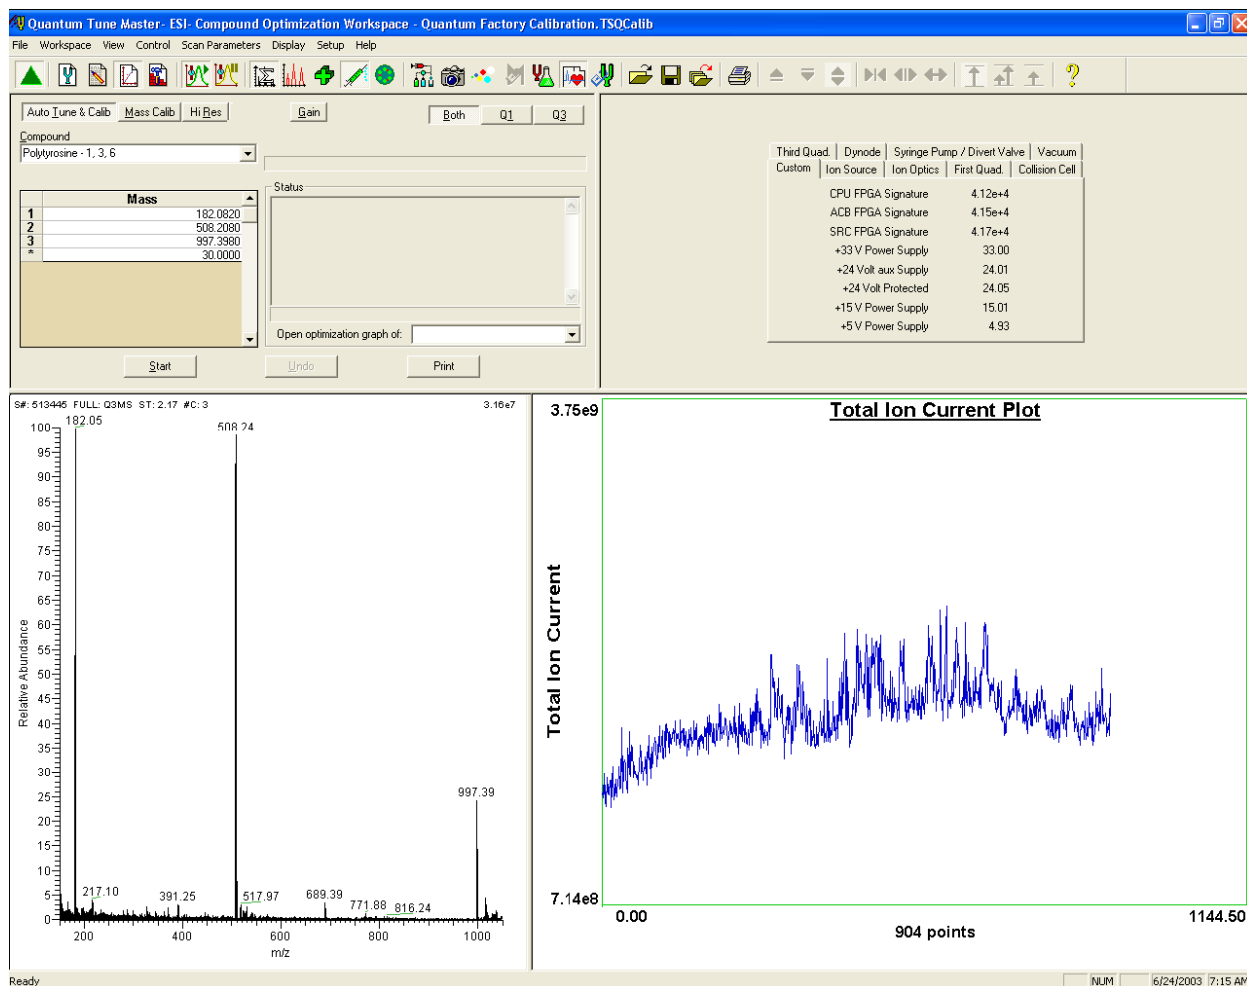

图3-13. 系统调谐校准视图，图中显示的是聚酪氨酸信号
1. 在Tune Master窗口中点击System Tune and Calibration Workspace(系统调谐校准工作区域)按钮，显示System Tune and Calibration(系统调谐校准)工作区域，见图3-13。
2. 在工作区域左上角的System Tune and Calibration（系统调谐校准）视图中的Compound（化合物）列表框中选择Polytyrosine-1,3,6。该操作将自动选择使用三种带正电荷的聚酪氨酸离子进行调谐校准(图3-13)。